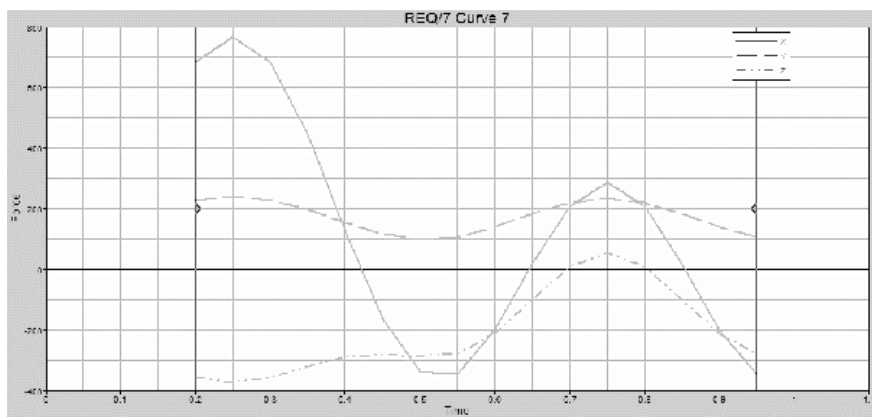

图 13-95 曲线截断
- (1) 激活页面 2 窗口 3。
- (2) 单击 Modify Curves () 按钮。
- (3) 单击 Curves 按钮, 此时弹出曲线选择对话框。
- (4) 在 p2: Force-2 下选择 w3: plot 并单击 OK 按钮。
- (5) 此时窗口 3 上所有曲线均被选中, p2w3c1、p2w3c2、p2w3c3 将显示在 Curves 文本栏。
- (6) 在 Edit parameter 栏选择 Horizontal axis。
- (7) 在 Range 的 From 栏输入 0.2 并按〈Enter〉键。
- (8) 在 to 栏中输入 0.95 并按〈Enter〉键。
- 在 Action 栏中单击 Trim 按钮去除曲线指定区域外的数据, 如图 13-95 所示。